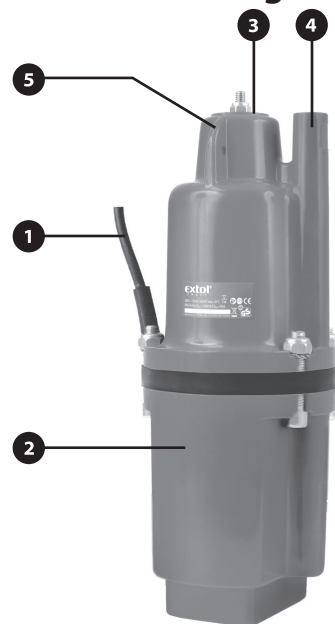

Abb. 1
- Hängen Sie die Pumpe niemals am elektrischen Kabel auf und manipulieren Sie die Pumpe nicht über das Kabel, sondern hängen Sie die Pumpe stets an den Aufhängeösen auf (Abb. 1 Pos. 5).
- Stellen Sie sicher, dass die Pumpe sicher an den Aufhängeösen aufgehängt ist (Abb. 1 Pos. 5).
- Stellen Sie sicher, dass die Ansaugöffnungen (Abb. 1 Pos. 3) oder der Auslassstutzen (Abb. 1 Pos. 4) nicht verstopft sind.
- Prüfen Sie, ob die Ablassleitung oder der Schlauch am Auslassstutzen richtig angeschlossen ist (Abb. 1 Pos. 4).